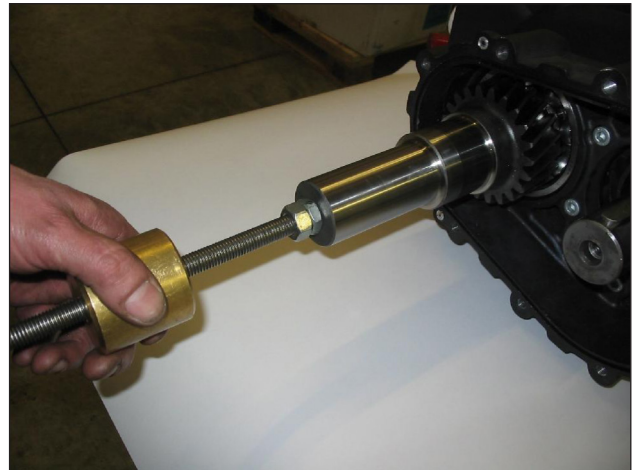

Abb. 20
- Nehmen Sie das Ritzel mithilfe eines Abziehers mit Schlagwerk an Bohrung M12 ab (Abb. 20).